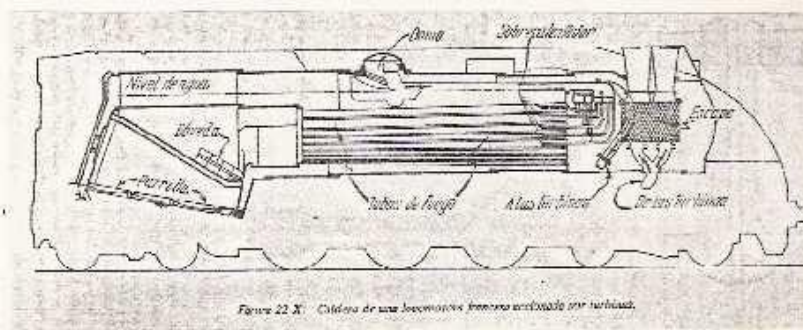

fig 5
2.1.2 MOVILES # locomotoras fig 5